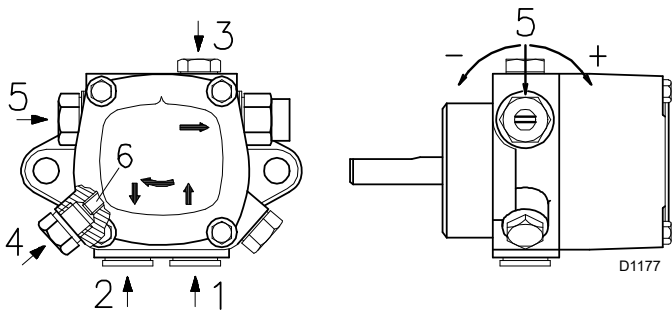

Fig. 25
**Légende (Fig. 25)**
- Pour que la pompe (Fig. 25) puisse s'auto-amorcer, il est indispensable de desserrer la vis 3)(Fig. 25) de la pompe pour vider l'air contenu dans le tube d'aspiration.
- Quand le fioul ressort par la vis 3)(Fig. 25) la pompe est amorcée. Arrêter le brûleur : interrupteur 1)(Fig. 26) en position « ÉTEINT » et visser la vis 3)(Fig. 25).